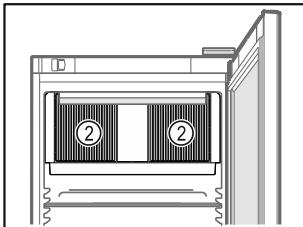

Fig. 76
- Не закрывайте вентиляционную щель Fig. 76 (2) вентилятора циркуляции воздуха во внутренней камере.